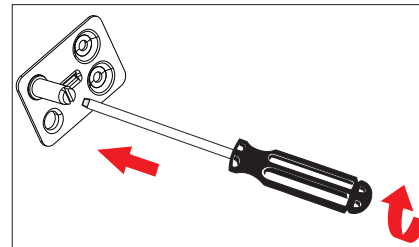

Fig. 7
- Cambie la espiga de bisagra al orificio del otro lado (fig. 7) y apriétela con un destornillador de ranura.